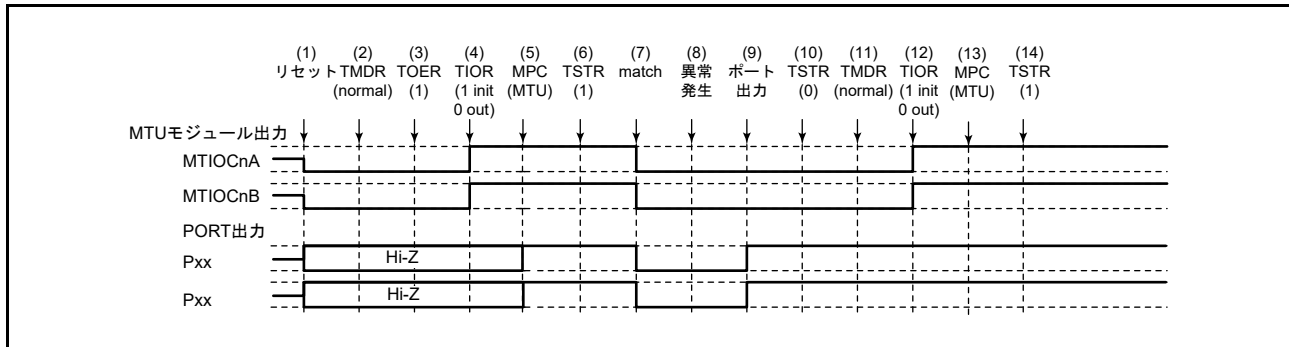

図 20.154 ノーマルモードで異常が発生し、ノーマルモードで復帰する場合
ノーマルモードで異常が発生し、再設定後ノーマルモードで再スタートする場合の説明図を図 20.154 に示します。
(1) ~ (10) は図 20.154 と共通です。
(11) PWM モード1を設定します。
(12) TIOR レジスタで端子を初期化してください (PWM モード1では MTIOcNB (MTIOcND) 端子に波形が出力されません。出力すべきレベルがある場合は、I/O ポートのポート方向レジスタ (PDR)、ポート出力データレジスタ (PODR) で汎用出力ポートの設定をしてください。
(13) MPC と I/O ポートのポートモードレジスタ (PMR) で MTU 出力としてください。
(14) TSTR (TSTRB) レジスタで再スタートします。
(11) PWM モード2を設定します。
(12) TIOR レジスタで端子を初期化してください (PWM モード2では周期レジスタに使用した TGR レジスタに対応する端子に波形が出力されません。出力すべきレベルがある場合は、I/O ポートのポート方向レジスタ (PDR)、ポート出力データレジスタ (PODR) で汎用出力ポートの設定をしてください)。
(14) TSTRA レジスタで再スタートします。
- (1) ~ (10) は図 20.154 と共通です。
- (11) 位相計数モードを設定します。
- (12) TIOR レジスタで端子を初期化してください。
- (13) MPC と I/O ポートのポートモードレジスタ (PMR) で MTU 出力としてください。
- (14) TSTRA レジスタで再スタートします。
- (11) TIOR レジスタでノーマルモードの波形生成部を初期化してください。
- (12) TIOR レジスタでノーマルモードの波形生成部の動作を禁止してください。
- (13) TOERA (TOERB) レジスタで MTU3、MTU4 (MTU6, MTU7) の出力を禁止してください。
- (14) TOCR1A、TOCR2A (TOCR1B, TOCR2B) レジスタで相補 PWM の出力レベルと周期出力の許可 / 禁止を選択してください。
- (15) 相補 PWM を設定します。
- (16) TOERA (TOERB) レジスタで MTU3、MTU4 (MTU6, MTU7) の出力を許可してください。
- (17) MPC と I/O ポートのポートモードレジスタ (PMR) で MTU 出力としてください。
- (18) TSTRA (TSTRB) レジスタで再スタートします。